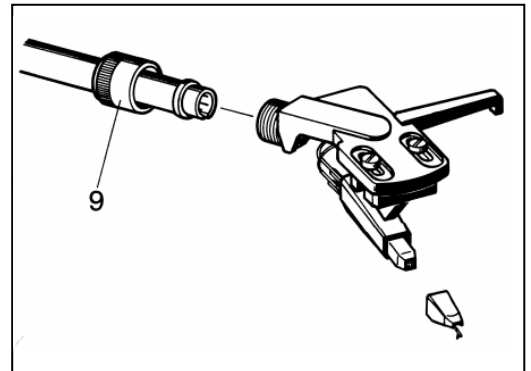

Fig. 7
Lösen Sie dazu die konische Mutter (9) hinter dem Systemträger. Ziehen Sie nun den Systemträger nach vorne ab (Fig. 7). Entfernen Sie die beiden Befestigungsschrauben und ziehen Sie die Anschlussleitungen am System vorsichtig mit einer Pinzette ab.
Instead of the factory-supplied pick-up cartridge any other cartridge with standard half-inch mounting holes and a weight between 3 and 10 grams can be installed. To do this loosen the collar-lock (9) and pull off the head shell (Fig. 7). Unscrew the cartridge and carefully remove the coloured signal leads from the cartridge pins with a pair of tweezers. Screw the new cartridge onto the head shell but do not tighten. Attach the leads to the pins while observing the correct coding, thus:
Vous pouvez installer à la place de la cellule de lecture fournie avec l'appareil une autre cellule de lecture d'un demi pouce et de 3 – 10 g. Desserrez pour cela l'écrou conique (9) qui se trouve derrière le support de système. Tirez le support vers l'avant (fig.7). Retirez les deux vis de blocage et enlevez avec précaution les cordons de raccordement de la cellule à l'aide d'une pincette. Vissez légèrement la nouvelle cellule et enfoncez les cordons de raccordement dans les prises, en faisant attention aux codes couleur: